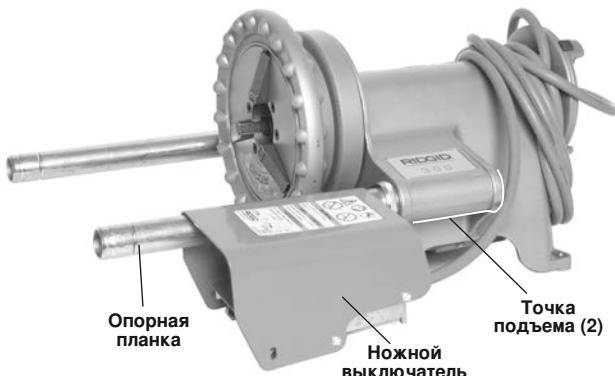

Рис. 26 — Станок без принадлежностей, подготовленный к транспортировке
- Смотайте шнур питания и задвиньте крышку ножного выключателя на один опорный стержень, как показано на рис. 26.